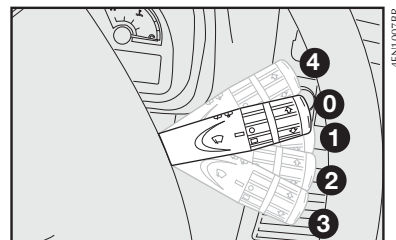

fig. 70
**ADVERTÊNCIA:** com o clima muito úmido não é aconselhado o uso prolongado do ar-condicionado nas posições  ou . A diferença entre a temperatura externa e a do para-brisa pode causar embaçamento do lado externo do para-brisa, causando perda de visibilidade. Se isso ocorrer, acione a alavanca do limpador do para-brisa fig. 70.
### Limpador/lavador do para-brisa – fig. 70